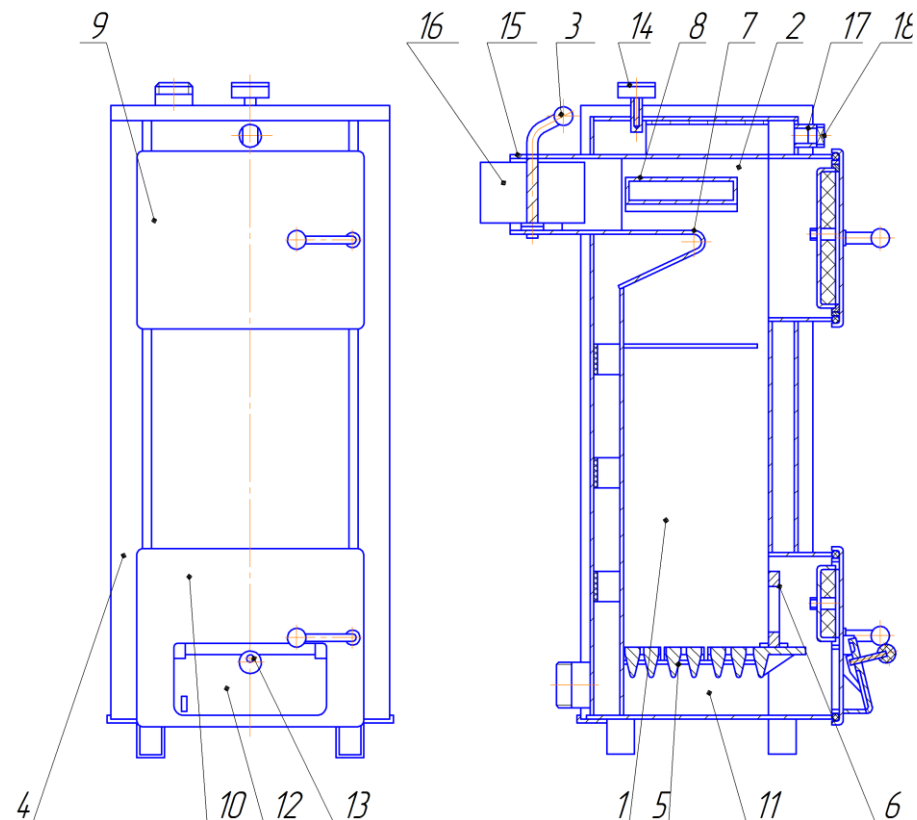

Рисунок 5.1 - Устройство котла для работы на твердом топливе.
5.1 Котёл отопительный водогрейный стальной (рисунок 5.1) представляет собой сварную конструкцию прямоугольной формы, состоящую из топки 1, конвективного газохода 2 и кожуха 4. В нижней части топки устанавливают колосники 5 с шуровочным щитком 6. Для более полного омывания поверхности нагрева продуктами сгорания задняя стенка топки в верхней части выполнена в виде теплопоглощающего козырька 7.
1) снимается нижняя дверца котла 10 и вынимаются из топки колосники 5 и шуровочный щиток 6 (см. рисунок 5.1);
вместо заглушки на штуцер 17 (рисунок 5.1). Штуцер имеет внутреннюю резьбу G3/4 и может быть расположен в боковой стенке котла. Для присоединения нижней части цепочки регулятора тяги в регулировочной дверце 12 предусмотрена пластина с отверстием. Устанавливать и эксплуатировать регулятор тяги необходимо после внимательного изучения руководства по эксплуатации (инструкции) данного регулятора.